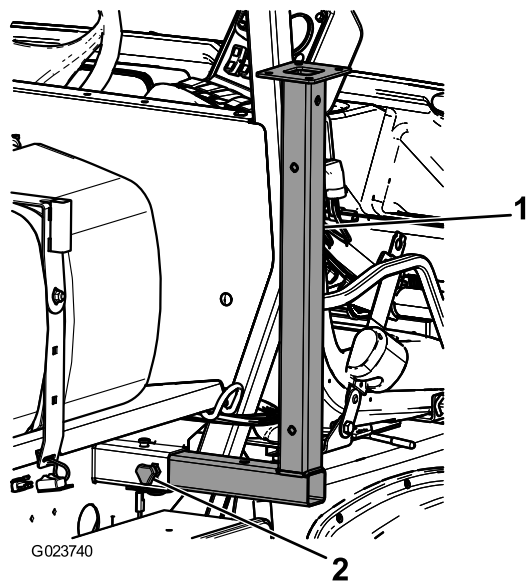

Рисунок 49
1. Вставьте передние подъемные опоры верхней стороной вниз в раму рядом с передними точками крепления (Рисунок 49).